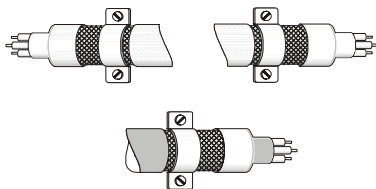

图 2
4. 电机线的隔离铜网与金属板的连接方式需正确，应将电机线两端的隔离铜网使用 U 型金属配管支架与金属板固定，正确连接方式请见图 2 中的 4、5 所示，图 2 中的 1、2、3 为错误的连接方式。